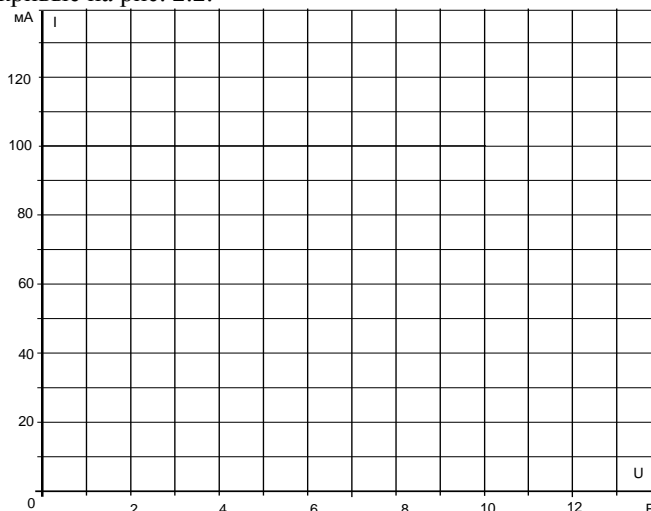

Рисунок 2.2. Графики зависимости U(I)
- Постройте кривые на рис. 2.2.